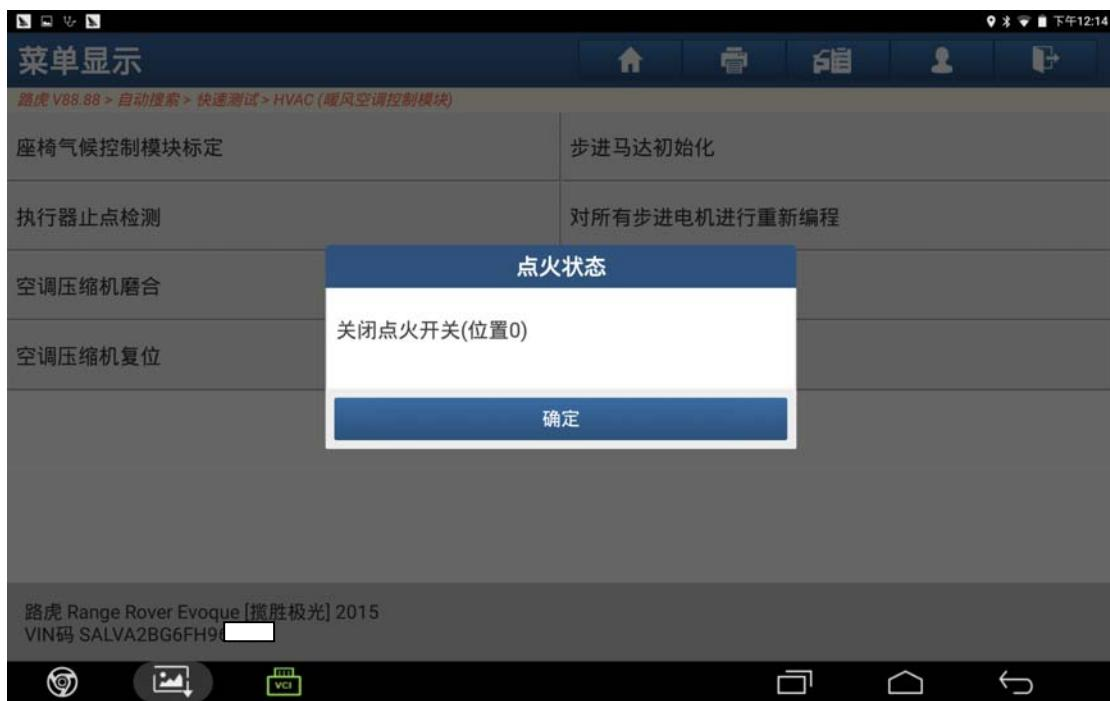

图 20
20). 根据提示操作满足条件后点击“确定”，学习结束（如图 20）；